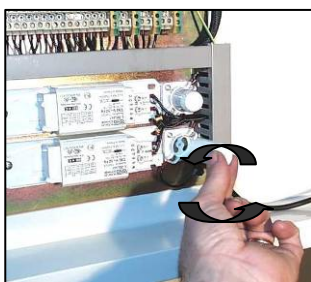

Fig. 31
- a) Extraer el cebador: dar un cuarto de vuelta al cebador en el sentido contrario a las agujas del reloj (Fig. 31).